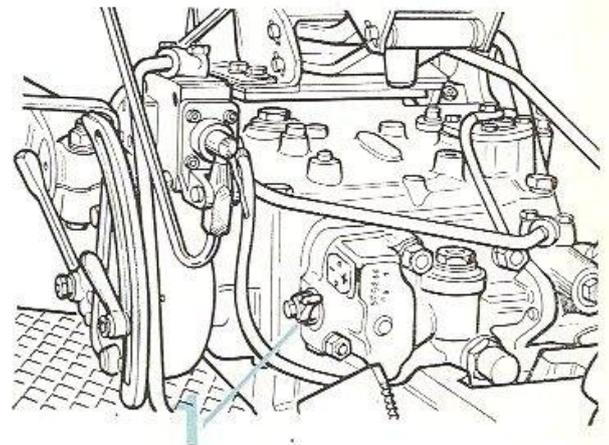

FIG. 47
— Réglage de la sensibilité à l'aide de la petite manette (1) fig. 47 située à la droite du distributeur (2).